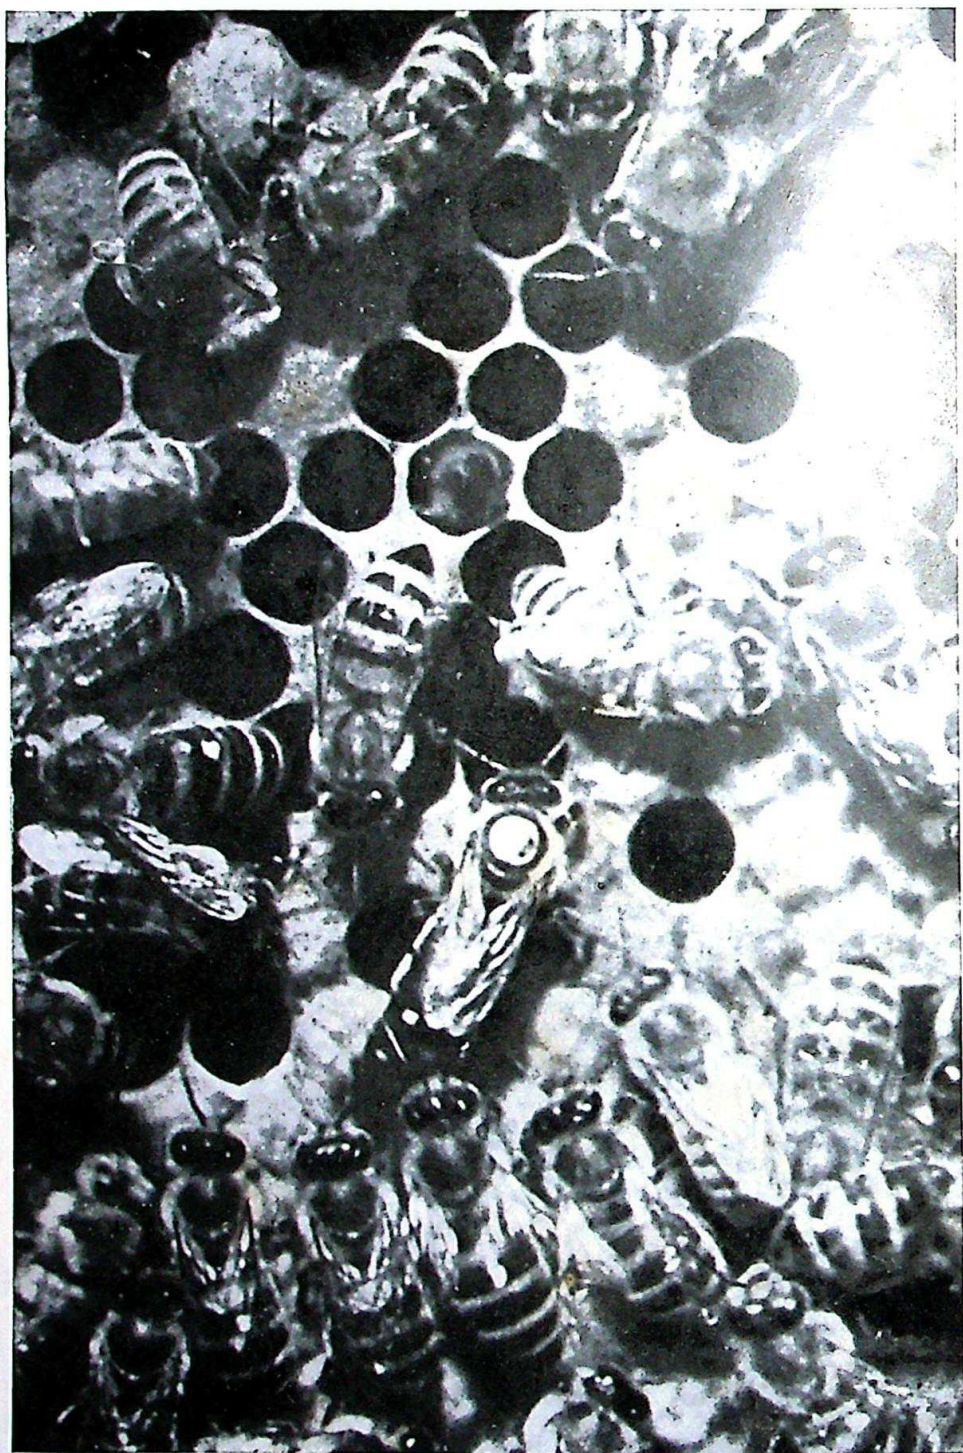

Bild 18
**) Eine sehr schöne Aufnahme der Königin, umgeben von ihren Pflegerinnen, verdanken wir Dr. Feudenstein. Siehe Bild 18 auf der Rückseite der Farbtafel.